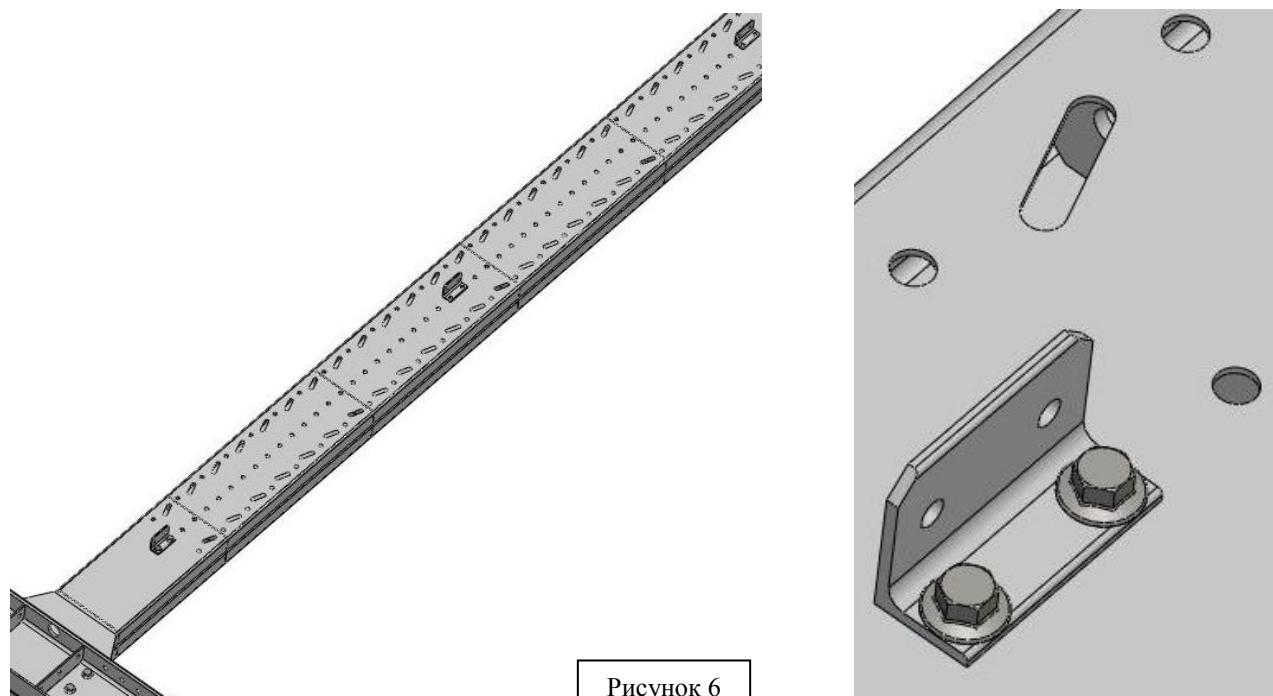

Рисунок 6
4. Закрепить на стойке на расстоянии 1690мм уголки поз. 2 (таблица 1) входящими в комплект стойки болтами M14×190, гайками M14, шайбами 14 (рисунок 6).